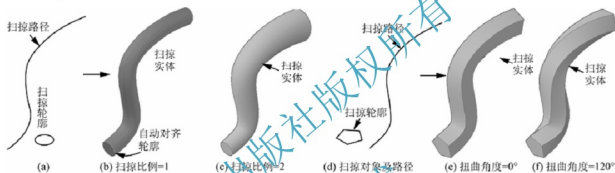

图 11-24 扫掠实体
- (1) 【模式(MO)】: 用于设定扫掠是创建曲面还是实体。
(2) 【对齐(A)】: 指定是否对齐轮廓以使其作为扫掠路径切向的法向。默认情况下, 轮廓是对齐的。如图 11-24(a)为轮廓圆与路径的原始位置, 经扫掠形成的实体端面使用自动对齐设置, 与路径呈垂直位置, 如图 11-24(b)所示。
(3) 【基点(B)】: 指定要扫掠对象的基点。默认为二维封闭轮廓的中点。如图 11-24(b)所示, 轮廓圆的圆心为扫掠对象基点。
(4) 【比例(S)】: 按指定的比例因子进行扫掠操作。从扫掠路径的开始到结束, 比例因子将统一应用到扫掠的对象。如图 11-24(b)所示为按默认的比例=1 扫掠得到的实体, 图 11-24(c)为采用扫掠比例=2 进行操作得到的实体。
(5) 【扭曲(T)】: 设置被扫掠对象的扭曲角度。扭曲角度指沿扫掠路径全部长度的旋转量。将如图 11-24(d)所示的正五边形沿指定路径扫掠, 若设置扭曲角度为 0° , 扫掠结果如图 11-24(e)所示; 若设置扭曲角度为 120° , 扫掠结果如图 11-24(f)所示。